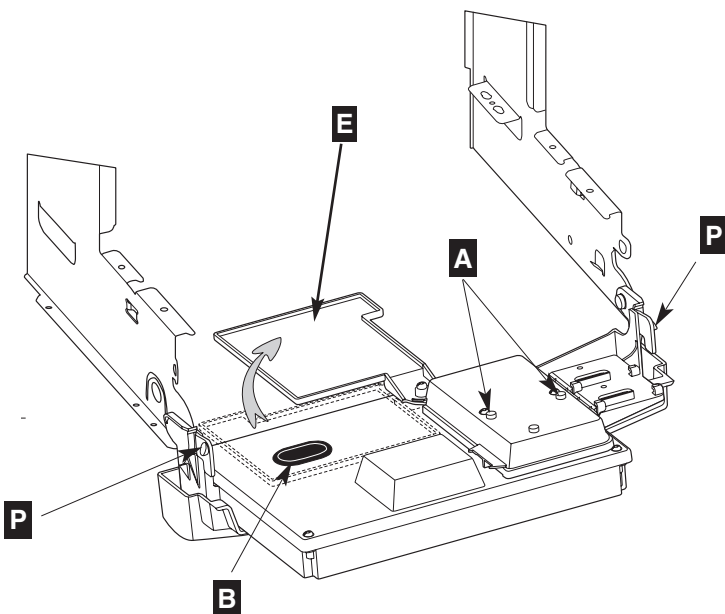

Fig. 12
- dévisser les deux vis **A** (fig.12) de fixation du capot de protection, ôter le capot.
Pour ces réglages, intervenir à l'arrière du boîtier électronique (en l'ayant fait pivoter pour l'abaisser). Faire basculer le porte notice **E** vers le bas (fig. 12), les réglages se trouvent derrière l'obturateur en caoutchouc **B**. Mettre la chaudière hors tension..